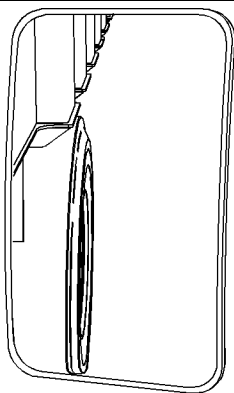

Ilustración 73
- Consulte la ilustración 73 .